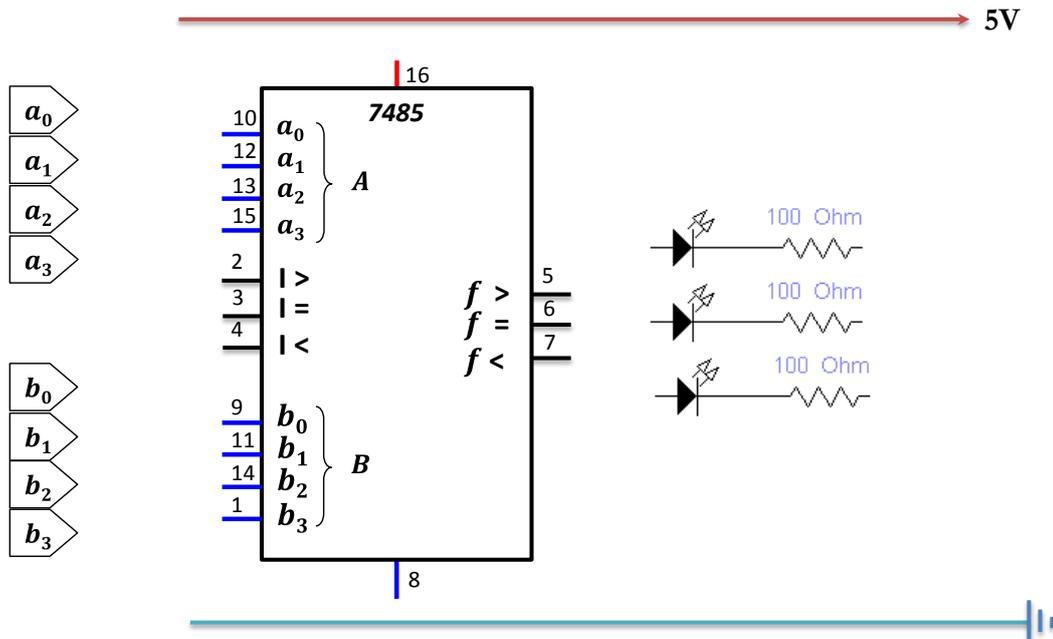

Fig. 4. 1
6. Compléter le schéma de câblage de la Fig. 4. 1 pour comparateur **2 mots** de **4 bits** à l'aide de **C.I. 74LS85** (voir Brochage et TV en Fig. 4. 2 et Tableau. 4. 1)